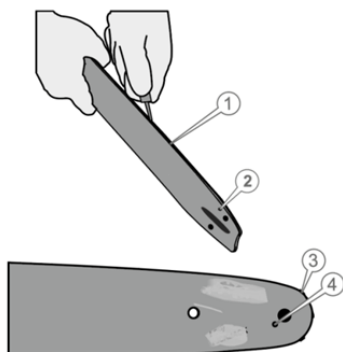

Рисунок 8. Схема обслуговування шини.
6.2 Обслуговування різального блока (шини, веденої зірочки, ланцюга) (рис. 8).